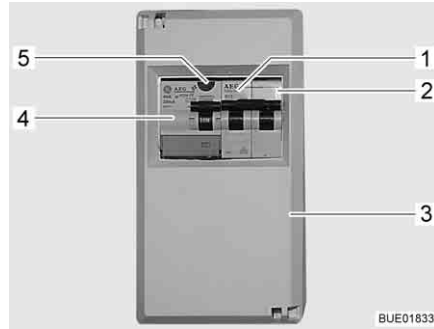

Bild 143 230 V-säkringslåda med ledningsskyddsbrytare och FI-brytare
- Koppla från ledningsskyddsbrytare (Bild 143,1 och 2) i säkringslådan (Bild 143,3).
- När fordonen är anslutet till 230 V-försörjningen, tryck på kontrollknappen (Bild 143,5) på jordfelsbrytaren (FI-brytare) (Bild 143,4) i säkringslådan (Bild 143,3). Jordfelsbrytaren måste lösa ut.
- Koppla från ledningsskyddsbrytarna (Bild 143,1 och 2) i säkringslådan (Bild 143,3).